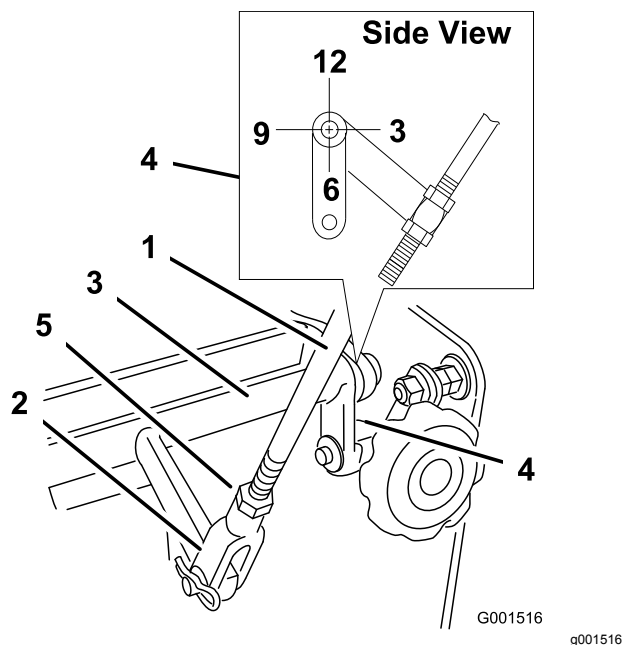

Рисунок 32
4. Проверьте ориентацию выступов на концах коленчатого рычага управления скоростью. Убедитесь, что выступы направлены прямо вниз и находятся приблизительно в положении «6 часов» (Рисунок 32).
5. Отрегулируйте резьбовую вилку в нижней части рычажного механизма управления скоростью так, чтобы выступы находились в положении «6 часов» (Рисунок 32).